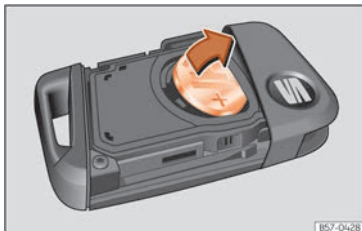

Abb. 77 Fahrzeugschlüssel: Batterie herausnehmen.
- Hebeln Sie die Batterie aus dem Batteriefach ab »» **Abb. 77**.
- Drücken Sie eine neue Batterie in das Batteriefach ein »» ①.